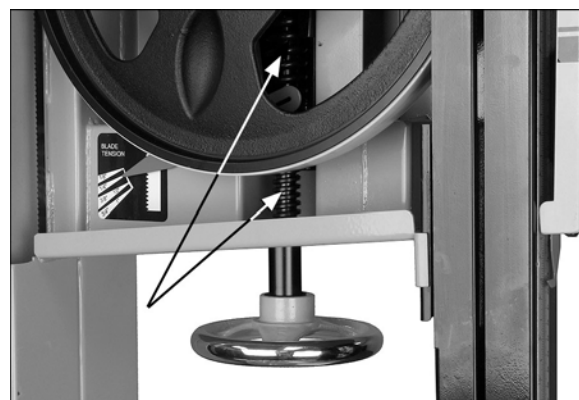

Рис. 45.
3. Смажьте винт натяжения пильного полотна (Рис. 45).